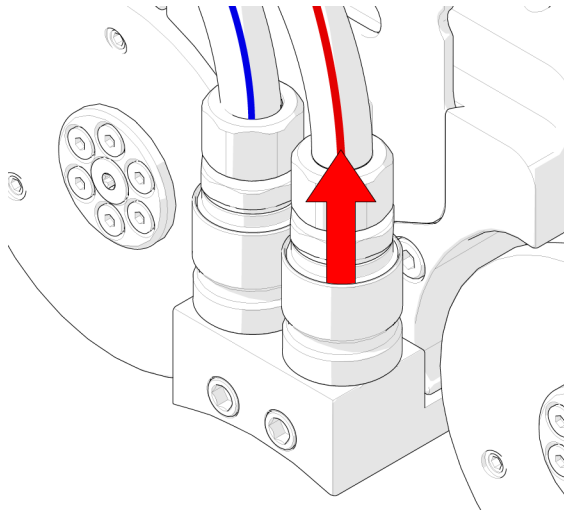

Abbildung 2-22 Ziehen Sie zum Lösen der Verbindung an der Hülse.
- ◆ Um einen Schlauch zu lösen, erfassen Sie die Hülse des Schlauchverbinders und ziehen sie von dem Fahrwagen weg (siehe Abbildung 2-22 auf Seite 61).